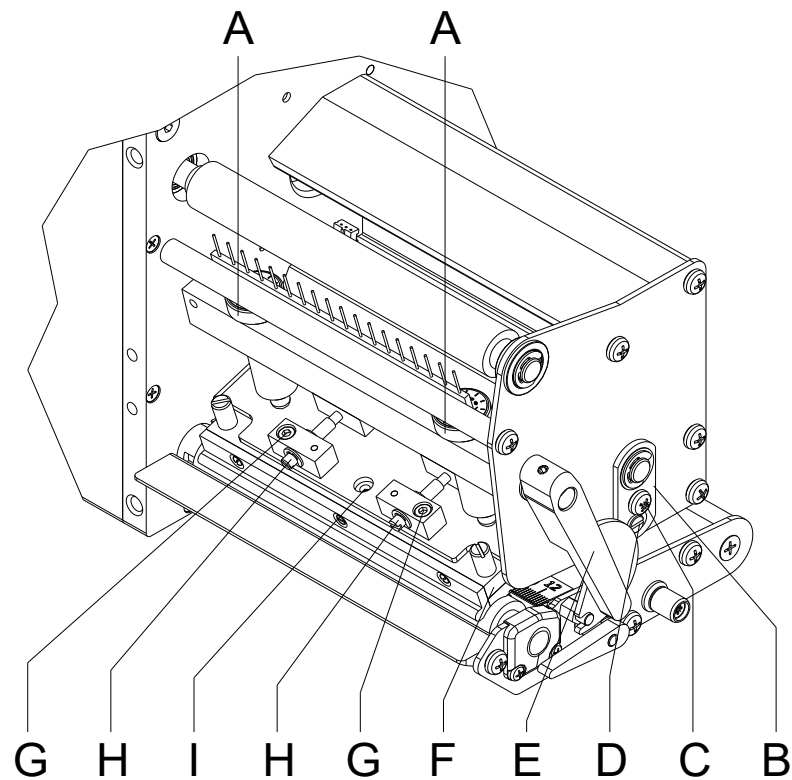

Abbildung 23
Falls nach Einstellen der Parallelität kein gleichmäßig starker Druck über die gesamte Druckbreite vorliegt, kann mit dem Stellblech (B, Abbildung 23) ein Ausgleich geschaffen werden.
1. Schraube (C, Abbildung 23) ca. ¼ Umdrehung lösen.
2. Exzenterbolzen (D, Abbildung 23) drehen, um einen Druckausgleich zu schaffen und solange nachstellen, bis ein gleichmäßiges Druckbild vorliegt.
3. Schraube (C, Abbildung 23) wieder anziehen.
Der Kopfandruck kann mit den Schrauben (A, Abbildung 23) an der Innen- bzw. Außenseite des Druckkopfes verändert werden. Eine Erhöhung des Kopfandrucks führt auf der entsprechenden Seite zu einer Verbesserung der Druckbildschwärzung und zu einer Verschiebung des Bandlaufs in die entsprechende Richtung.
1. Andruckschrauben (A, Abbildung 23) drehen, um den Druckkopfandruck zu verändern.
2. Drehen der Andruckschrauben (A, Abbildung 23) bis an den Anschlag im Uhrzeigersinn ergibt eine Andruckerhöhung von 10N gegenüber der Werkseinstellung.
3. Drehen der Andruckschrauben (A, Abbildung 23) genau eine Umdrehung vom Rechtsanschlag gegen den Uhrzeigersinn, ergibt die Werkseinstellung.